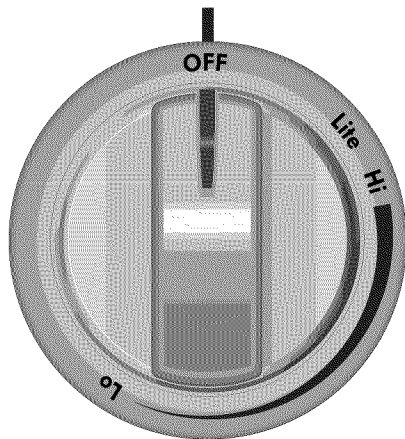

Figure 2 - Bouton de contrôle typique
2. Appuyez sur le bouton de commande et tournez-le **dans le sens inverse des aiguilles d'une montre** (voir figure 2)